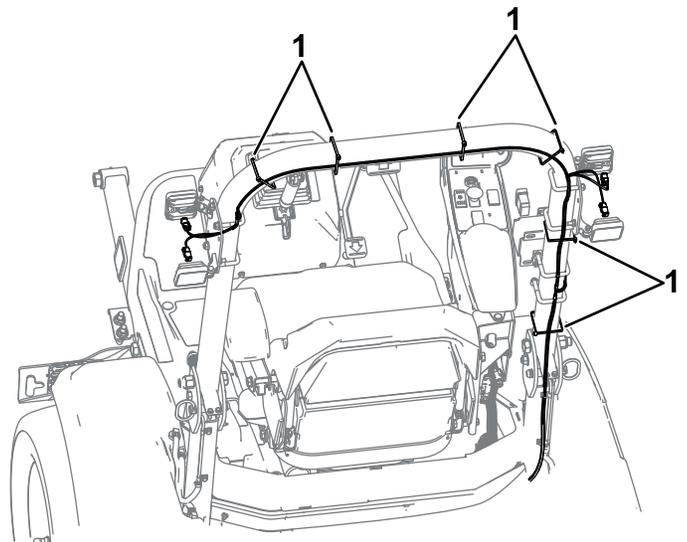

Figura 4
1. Enrute el arnés de cables de las luces de trabajo y sujételo provisionalmente al ROPS con bridas largas, tal y como se muestra en la Figura 4.